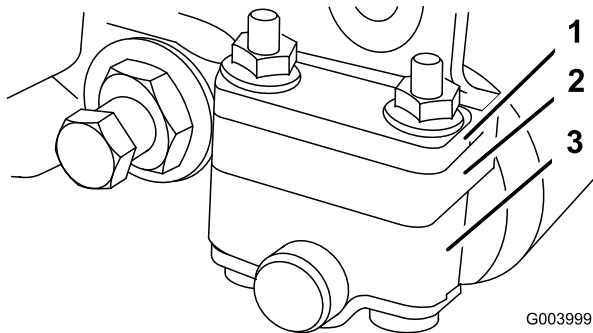
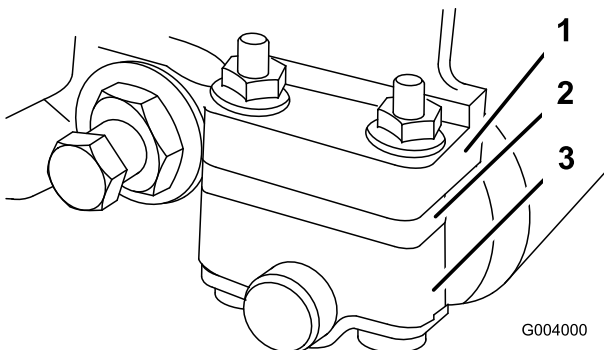

Bild 48
Bild 49
1. Stellen Sie die hinteren Rollenhalterungen (Bild 48 und Bild 49) auf die obere oder untere
- Positionieren Sie das Distanzstück unter den Montageflansch der Seitenplatte, wenn der Schnitthöhenbereich zwischen 3,2 mm und 25 mm liegen soll (Bild 49).